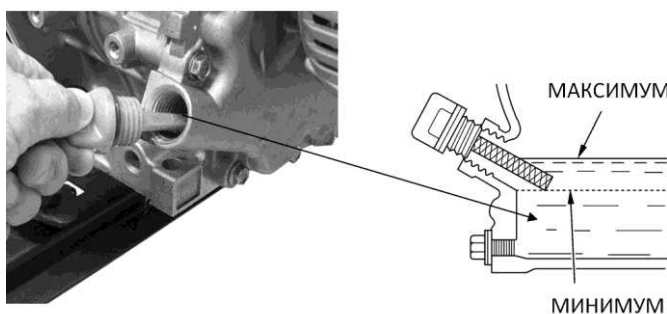

Рисунок 4 – Проверка уровня масла в картере двигателя
5.2.2. Если уровень не соответствует нужной отметке, долейте масла до края заливной горловины (рис.4)